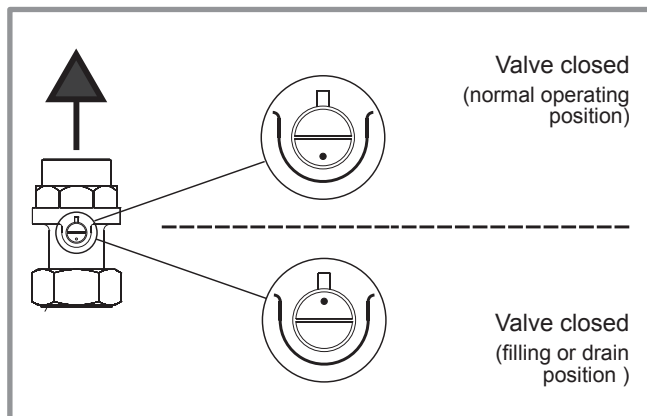

figure 26 - Non return valve
- Disconnect the non return valves (figure 26).